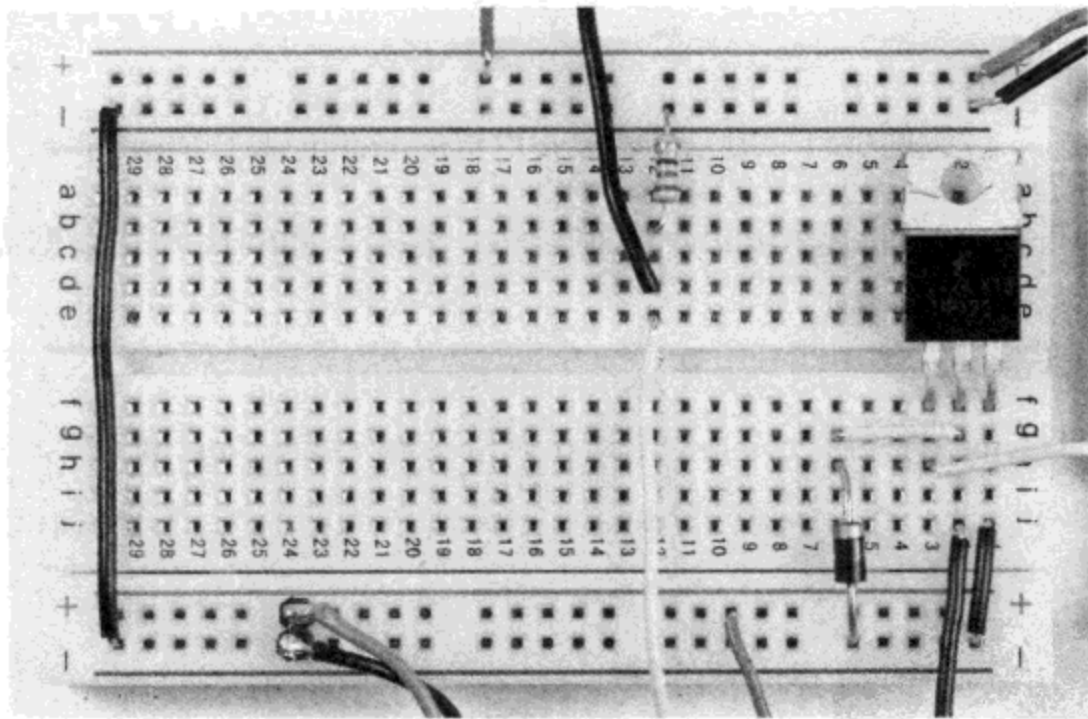

图 6.30 接三极管电路
(2) 如图 6.30 所示，将三极管插到面包板上，三极管的 3 个引脚插在不同的行。将三极管的发射极接到面包板的地。